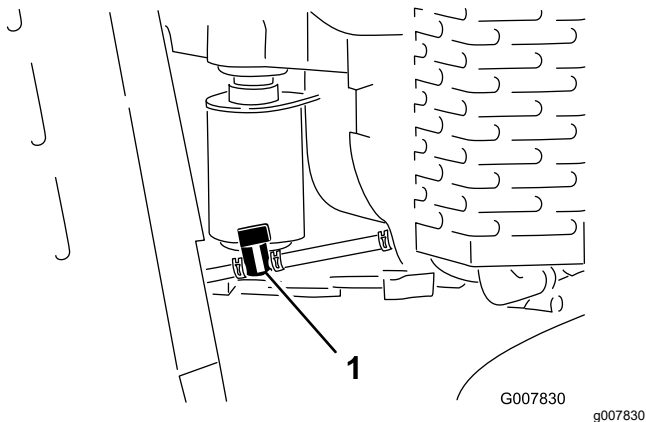

Figura 36
3. Rotiți ventilul de închidere combustibil în poziția închis (Figura 36).
4. Strângeți capetele clemei de furtun a ventilului de pe partea motorului și glisați-o în sus pe conducta de combustibil departe de ventil (Figura 36).
5. Trageți conducta de combustibil de pe ventil (Figura 36).